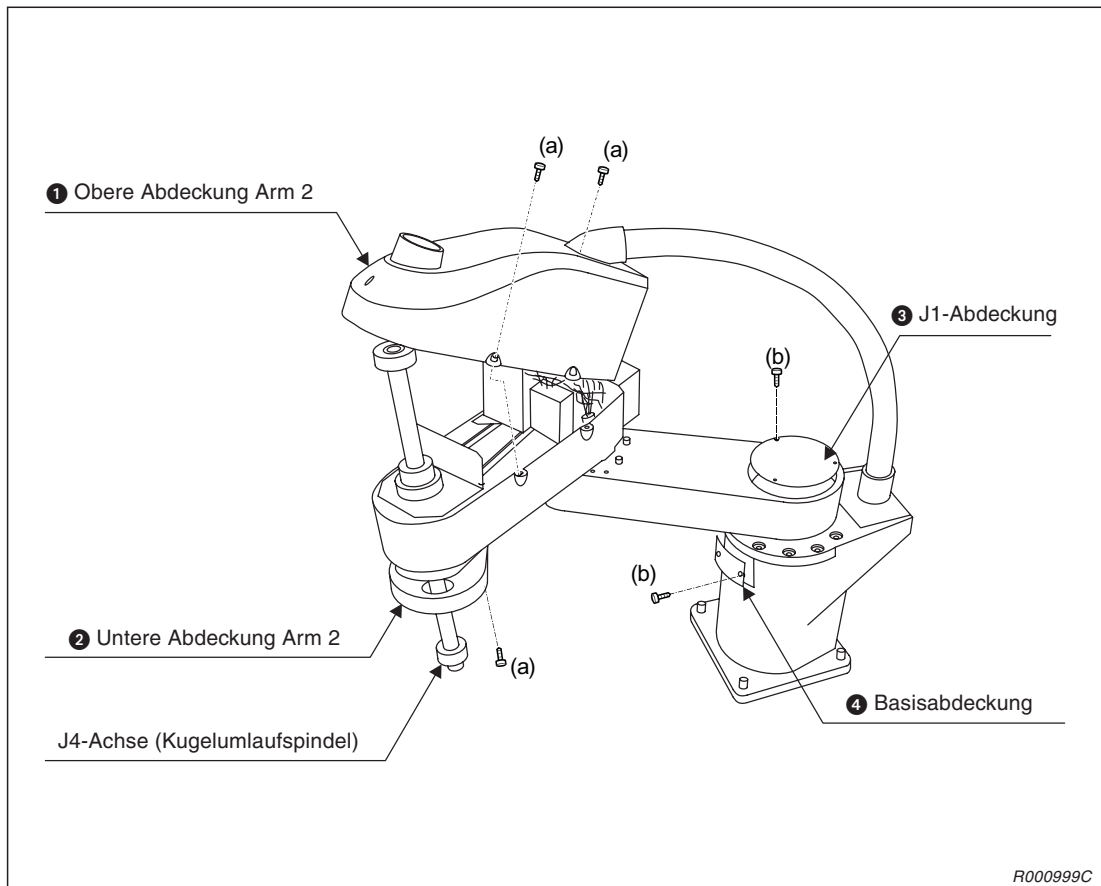

Abb. 5-2: Lage und Bezeichnung der Gehäuseabdeckungen
- ① Stellen Sie sicher, dass die Versorgungsspannung des Steuergerätes ausgeschaltet ist.
- ② Entfernen Sie die obere Abdeckung des Arms 2 (siehe Abb. 5-2).
- ③ Überprüfen Sie den Antriebszahnriemen auf Beschädigungen und Verschleiß (siehe Abschn. 5.3.3).
- ④ Prüfen Sie Zahnriemenspannung (siehe Seite 5-16). Drücken Sie in der Mitte leicht auf den Zahnriemen. Der Zahnriemen muss sich
- ② Entfernen Sie die obere und die untere Abdeckung des Arms 2 (siehe Abb. 5-2).
- ③ Überprüfen Sie die Antriebszahnriemen an der Motor- und der Kugelumlaufspindelseite auf Beschädigungen und Verschleiß (siehe Abschn. 5.3.3).
- ④ Prüfen Sie die Zahnriemenspannung (siehe Seite 5-16). Drücken Sie in der Mitte leicht auf den Zahnriemen. Die Zahnriemen müssen sich